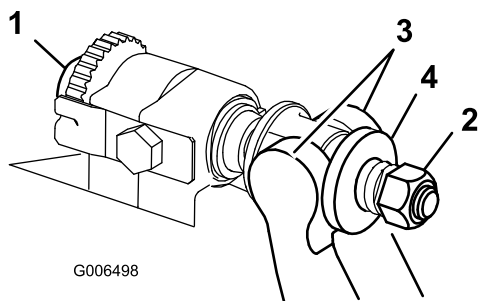

Figura 13
1. Rode o parafuso de ajuste da barra de apoio no sentido contrário ao dos ponteiros do relógio, para afastar a lâmina de corte do cilindro (Figura 13).
2. Faça recuar a porca da mola tensora até que a anilha deixe de estar sob tensão contra a barra de apoio (Figura 13).